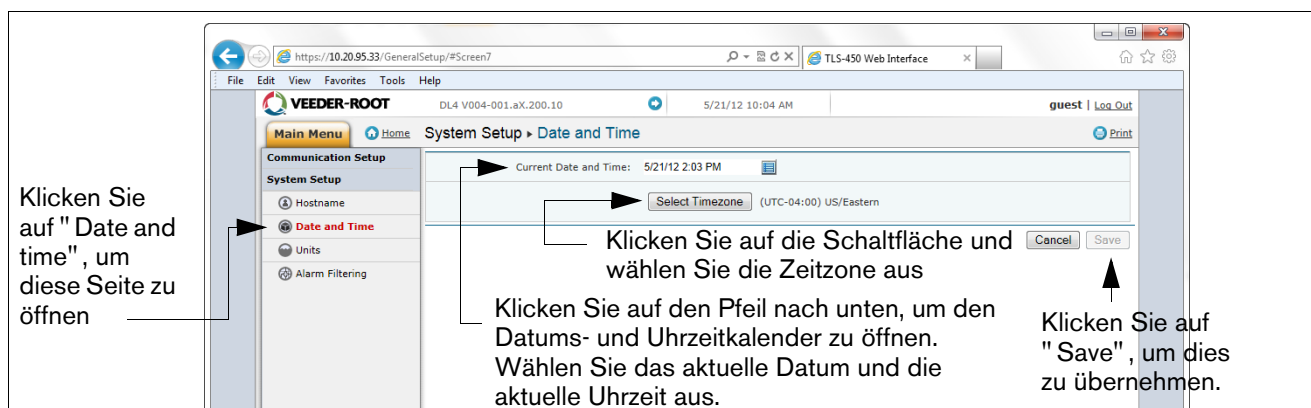

Abbildung A-11. Datum und Uhrzeit eingeben
13. Wählen Sie im Setup-Menü den Link "Date and Time" aus, um auf den Bildschirm "Date/Time" zuzugreifen (siehe Beispiel in Abbildung A-11.).